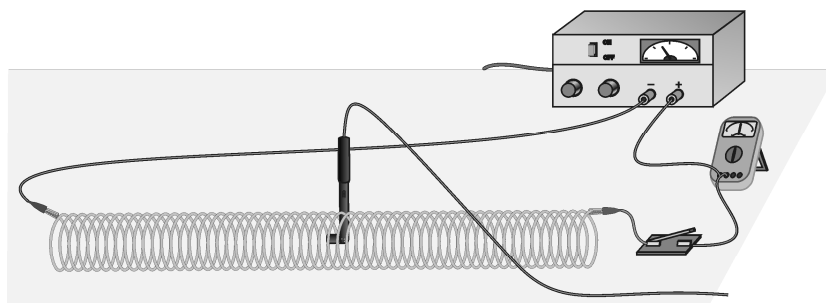

Abbildung 1
3. Bauen Sie den Stromkreis auf, wie in Abbildung 1 zu sehen ist. Zur Verbindung des Slinky® sollten Kabel mit Klammern am Ende verwendet werden. Wenn Ihre Spannungsversorgung ein exaktes internes Strommessgerät besitzt, benötigen Sie kein zusätzliches externes Strommessgerät.
Im zweiten Teil des Experiments werden Sie die Beziehung zwischen dem Magnetfeld in der Mitte einer Spule und der Anzahl der Windungen des Drahtes pro Meter bestimmen. Sie werden den Strom konstant halten. Behalten Sie den Aufbau von Abbildung 1 bei. Der Sensor wird wie zuvor orientiert, damit er das Feld entlang der Mitte der Magnetspule misst. Sie werden die Länge des Slinky® von 0,5 m zu 2,0 m ändern, um die Anzahl der Windungen pro Meter zu ändern.